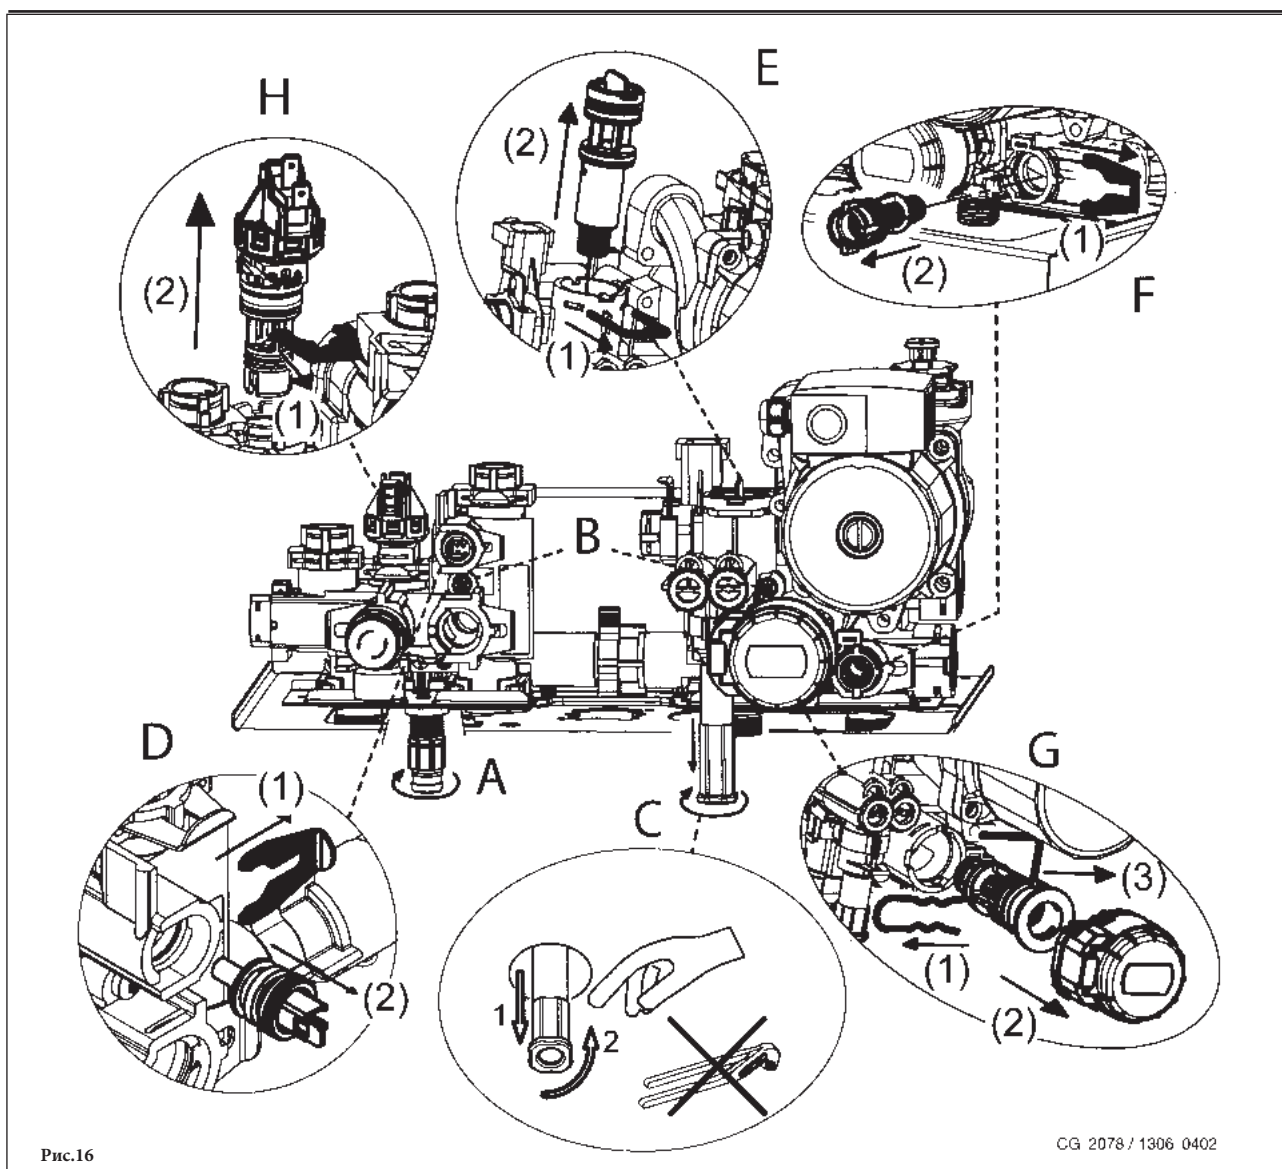

Рис.16
Фильтр на входе холодной воды системы ГВС и фильтр на обратной подаче системы отопления располагаются внутри специальных съемных картриджей. Картридж с фильтром системы отопления располагается на возврате из системы (рис.16 F), картридж с фильтром системы ГВС располагается на входе холодной воды (рис. 16E). Для очистки фильтров действовать следующим образом:
- слить воду из системы отопления, открыв кран А (рис.16);
- для того, чтобы вынуть картридж с фильтром системы отопления, необходимо вначале снять мотор трехходового клапана (1-2G – рис.16);
- Снять зажим 1E (рис.16);
- Снять фильтр (2E рис.16).
При отсутствии специального крана необходимо демонтировать вторичный теплообменник, как описано в следующем параграфе, и очистить его отдельно. Рекомендуем очистить от известкового налета также датчик NTC системы ГВС и место его расположения (рис.16 D).